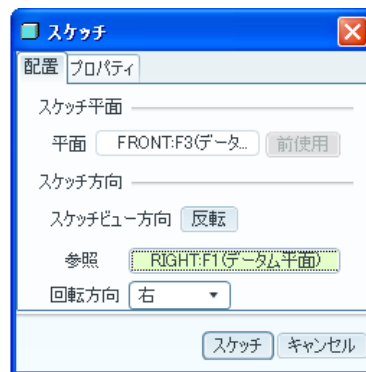

図 3-95 FRONT 平面の選択する
- 「スケッチ」ダイアログボックスの「配置」を選択して「定義」をクリックし、図 3-95 の回転方向に「右」を選択してスケッチを開始する。